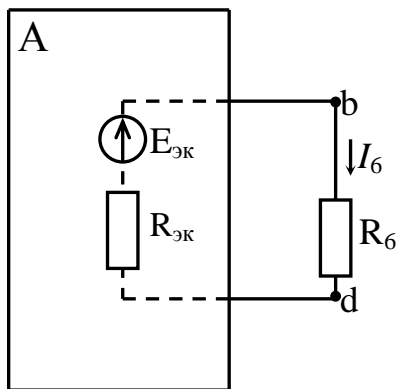
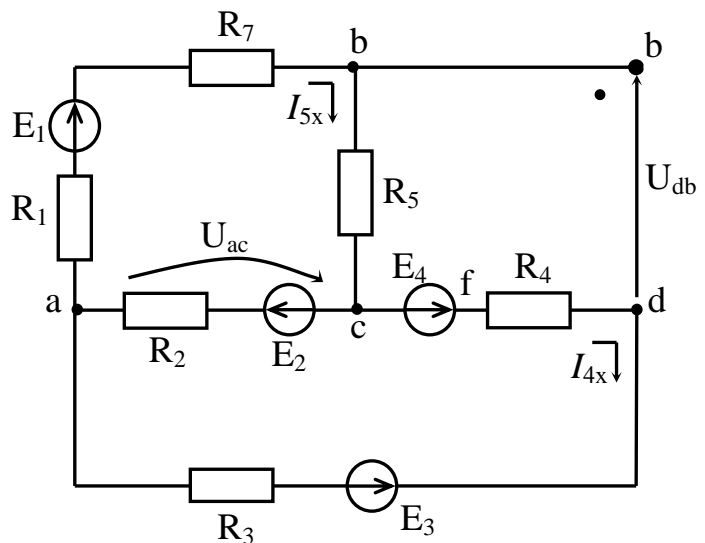
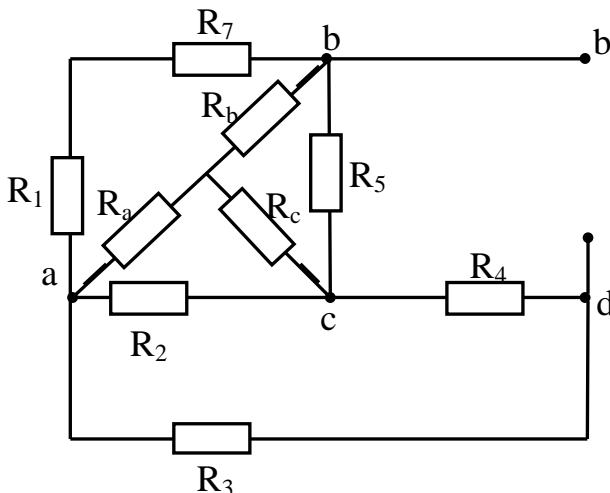

Рис. 3.3.
Рис. 3.4. Схема для определения $E_{эк}$
Рис. 3.5. Схема для определения $R_{\text{эк}}$
3.2.3. Определим ток в ветви bd (ток I_6) методом эквивалентного генератора. Для этого исходную схему на рис. 3.2 сводим к схеме, представленной на рис. 3.3, где в качестве активного двухполюсника А рассматривается исходная схема в режиме холостого хода, т.е. без ветви bd (рис. 3.4).
Из схемы на рис. 3.3 ток I_6 можно определить по закону Ома для замкнутой цепи:
ЭДС эквивалентного генератора $E_{\text{эк}}$ найдем как U_{db} на схеме на рис. 3.4, т.е. в режиме холостого хода исходной схемы на рис. 3.2. Для этого найдем токи I_{4x} , I_{5x} методом двух узлов для схемы на рис. 3.4:
Внутреннее сопротивление эквивалентного генератора $R_{\text{эк}}$ находим как внутреннее сопротивление схемы на рис. 3.4. Для этого преобразуем треугольник сопротивлений $R_1R_2R_5R_7$ в звезду сопротивлений $R_aR_bR_c$, как это показано на рис. 3.5, после чего найдем $R_{\text{эк}}$: